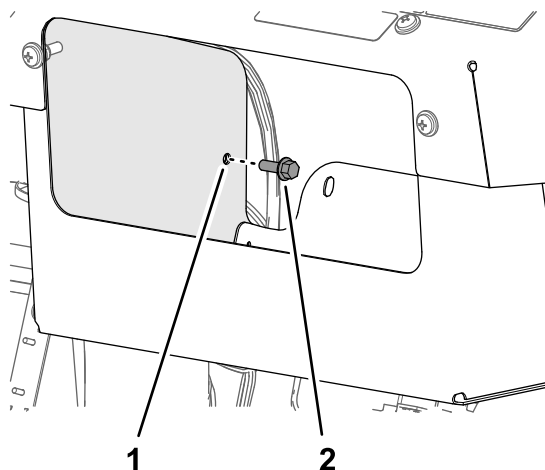

Figura 20
3. Dall'interno del vano portaoggetti, inserite un bullone a testa flangiata ($\frac{1}{4}$ " x $\frac{3}{4}$ ") attraverso il foro nella parete interna del vano (Figura 20).